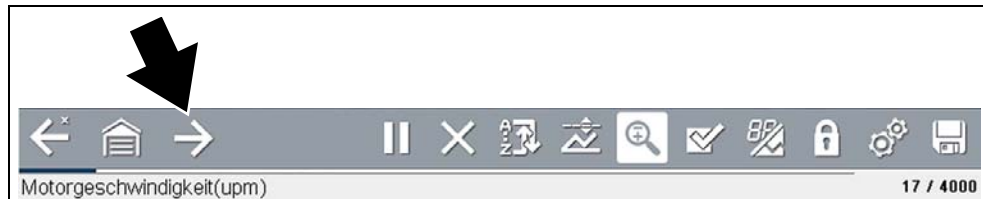

Abbildung 4-14
- Klicken Sie zur Anzeige der nächsten Datenliste auf den **Pfeil nach rechts** (Abbildung 4-14).